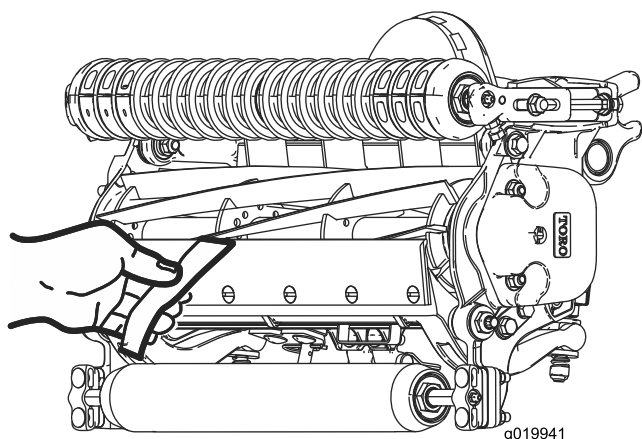

Figura 20
2. Teste o desempenho de corte inserindo uma fita comprida de desempenho de corte (Número de peça Toro 125-5610) entre o cilindro e a lâmina de corte, perpendicular à lâmina de corte (Figura 20).